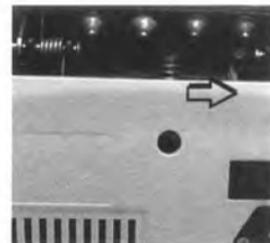

Рис. 4
- Поверните его вправо, чтобы ослабить (см. Рисунок 4)